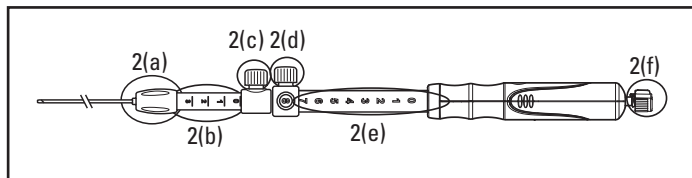

Abbildung 2.
2. Sicherstellen, dass die Nadel vollständig zurückgezogen und die Nadelarretierung [Abbildung 2(d)] in der Nullstellung gesichert ist [Abbildung 2(e)].
3. Die Schleusenlänge entsprechend der Länge des Echoendoskops bestimmen. Die Schleusenarretierung [Abbildung 2(c)] verwenden, um die Schleuse auf die gewünschte Länge einzustellen und dann zu sichern. Die Schleusenarretierung im Uhrzeigersinn drehen, um die Schleuse in der gewünschten Stellung zu arretieren. Das distale Ende der Schleuse sollte auf dem endoskopischen Bild angezeigt werden.
Hinweis: Die Zahlen und Richtmarken auf der Schleusen-Einstelllehre [Abbildung 2(b)] dienen lediglich zur Orientierung.
6. Das Instrument weiter vorschieben, bis es aus dem Echoendoskop austritt und die Schleuse auf dem Endoskopiebild sichtbar wird. Die Luer-Befestigung [Abbildung 2(a)] durch Drehen im Uhrzeigersinn festziehen, um das Instrument am Arbeitskanalanschluss des Echoendoskops zu befestigen.
Hinweis: Wenn die Schleusenlänge geändert werden muss, die Schleusenarretierung [Abbildung 2(c)] lösen und am entsprechenden Bezugspunkt neu ansetzen.
- Die Eindringtiefe der Nadel mithilfe der Nadelarretierung [Abbildung 2(d)] auf das gewünschte Maß bringen. Zum Steuern der Eindringtiefe der Nadel bis zum Zielbereich die Nadelarretierung durch Drehen des Knopfs gegen den Uhrzeigersinn lösen. Die Nadelarretierung an der entsprechenden Zahl am Griff des Instruments ausrichten. Die Nadel durch Drehen der Nadelarretierung im Uhrzeigersinn arretieren.
Hinweis: Die Zahlen auf der Nadel-Tiefenlehre [Abbildung 2(e)] dienen lediglich zur Orientierung. Die Zahlen stehen für den Nadelvorschub in Zentimetern bei gerade ausgerichtetem Instrument.
- Den Mandrin [Abbildung 2(f)] vorsichtig lösen und vom Griff des Instruments abziehen, um ihn vom Ansauganschluss der Vorrichtung zu entfernen.
Hinweis: Der Mandrin kann mithilfe der Klammer an der Mandrinkappe [Abbildung 2(f)] aufgewickelt und festgeklemmt werden. Den Mandrin für weitere Nadeleinstiche innerhalb des gleichen Verfahrens aufbewahren.
- Die mitgelieferte Spritze mit dem Ansauganschluss [Abbildung 2(f)] am Griff des Instruments verbinden.
2. Die mitgelieferte Spritze mit dem Ansauganschluss [Abbildung 2(f)] am Griff des Instruments verbinden.